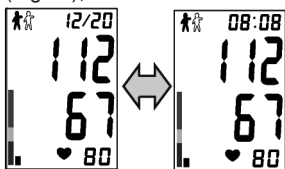

Fig. 12
4. Un bip sonore prolongé signale que la mesure est terminée. Le brassard se dégonfle rapidement et l'écran affiche les valeurs de mesure de la pression et du pouls. Un autre écran affiche le temps de la mesure. En même temps, l'icône  clignote pour vous rappeler d'enregistrer la valeur mesurée (Fig.12);